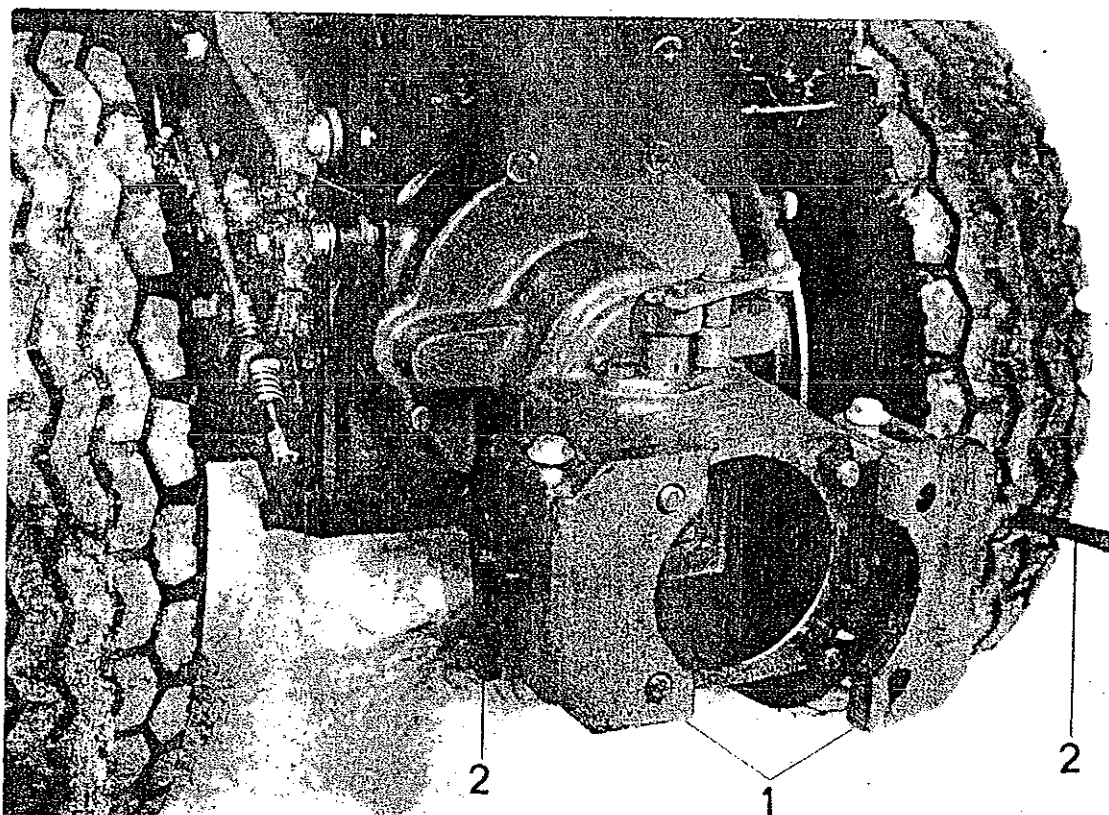
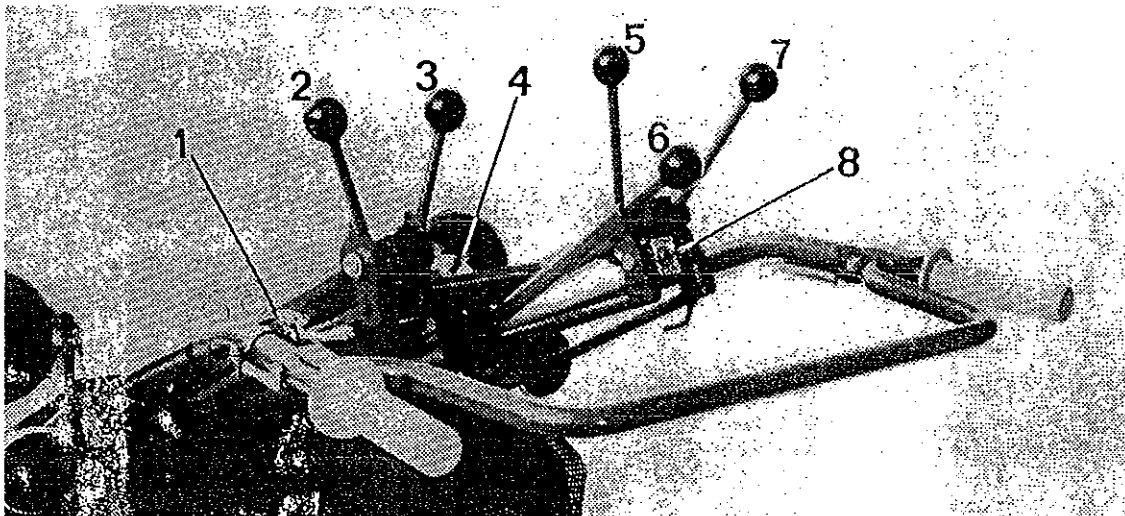

FIG 7
FIG 9
4. Starta motorn: tryck startomkopplarens hävarm (fig 9) till startläge (nedåt). Släpp när motorn startar.
1. Välj först Hög eller Låg växel med växelspak (fig 9).
2. Välj växelläge 1 eller 2 med växelspak (fig 9).
3. Traktorn sättes sedan i rörelse med växelspak (fig 9).
Manöverspaken för de kombinerade styr-, färd- och parkeringsbromsarna (fig 9) manövreras enligt följande:
Då traktorn skall sammankopplas med ett redskap tages frontplattan bort och klokopplingsspaken (fig 9) ställes i urkopplingsläge - spaken framåt. För fram traktorn så att nospartiets fyra tappar passas in i redskapet. Fäll över låsbackarna (fig 7) och drag åt låsvredet (fig 7).
2. Ställ växelspaken för 1:an - 2:an (se fig 9) i neutralläge.